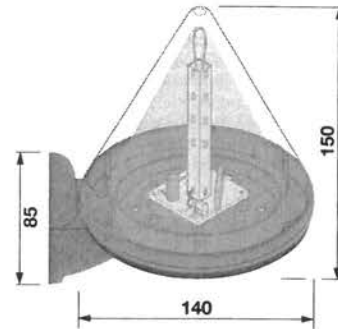

Fig. 1
The timer controlled warning light **LACOLED**, with electrical tension selection **24Vac/dc** - **230Vac** on the terminal board and incorporated aerial, represents a valid visual warning system indicating that the gate/barrier etc. is in movement. Suitable for fitting to all types of system, its compact dimensions (see fig.1) and simplicity of installation makes it ideal for residential systems. The printed circuit is housed in a watertight container (protection grade IP54), fitted with a fast-fitting base for both wall and column mounted installations. The appliance conforms to the local standards in force.
- Choose the definite position depending on the system requirements and make sure that the lights are visible from both the entry and exit directions fig. 1.
Le clignoteur temporisé **LACOLED**, avec sélection de la tension électrique **24Vac/dc** ou **230Vac** sur le bornier et antenne intégrée, est un organe efficace de signalisation optique des manœuvres en cours. Son application est possible sur tout type d'installation; la facilité de montage et ses dimensions réduites (voir figure 1) en font un avertisseur idéal pour des installations à usage domestique. Le circuit est logé dans un boîtier étanche (Indice de protection IP54), muni d'une base à fixation rapide pour une installation murale ou sur pilier. L'appareil répond aux contraintes des normes de sécurité.
- Choisir l'endroit de fixation en fonction de la particularité de l'installation en contrôlant la bonne visibilité de la signalisation en entrée et en sortie, voir fig. 1.
El relampagueador temporizado **LACOLED**, con selección de la tensión eléctrica **24Vac/dc** y **230Vac** en la placa de bornes y antena incorporada, es un válido sistema visual para indicar una maniobra en curso de actuación. Apta para la aplicación en todos los tipos de instalaciones; su fácil instalación y sus dimensiones reducidas (fig.1) hacen que sea la lámpara intermitente ideal para las instalaciones residenciales. El circuito está ubicado en un contenedor estanco (Grado de protección IP54), provisto de una base de fijación rápida para la instalación en pilares o paredes. El aparato ha sido fabricado cumpliendo con las normas de seguridad.
- Determinar el punto de fijación a base de las exigencias de instalación, comprobando que haya una buena visibilidad de la señal, tanto a la entrada como a la salida, ver fig. 1.
Das Zeitgetaktete Blinkleuchte **LACOLED**, mit Auswahl der elektrischen Spannung **24Vac-dc** und **230Vac** über Klemmenleiste und integrierte Antenne, stellt ein leistungsfähiges, optisches Signalsystem von Betätigungen dar. Es ist zur Anwendung auf jedem Anlagentyp geeignet; die einfache Installation und die geringen Abmessungen (siehe Abb. 1) machen es zum idealen Leuchtmelder bei Wohnanlagen. Der Schaltkreis ist in einem wasserdichten Gehäuse untergebracht (Schutzgrad IP 54). Die Gehäusebasis ermöglicht eine schnelle Anbringung bei Installationen an Pfeilern und Wänden.
- Wählen Sie die Anbringungsstelle gemäß den Anforderungen der Anlage, wobei Sie überprüfen sollten, dass die gute Sichtbarkeit des Leuchtmelders sowohl bei der Einfahrt als auch bei der Ausfahrt gewährleistet ist, siehe **Abb. 1**.